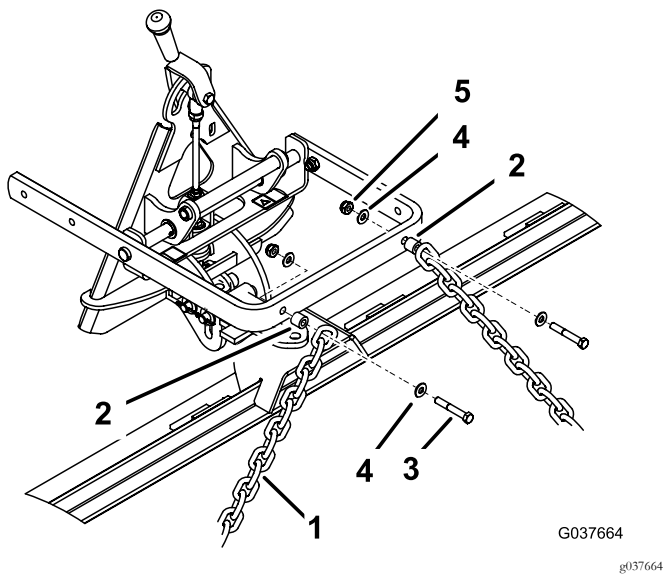

図 4
2. 各チェーンの一番上のリンクを、昇降アーム後部に取り付けるボルト3/8 x 2-1/2 インチ、ワッシャ3/8 x 7/8 インチ2枚、スペーサ、ロックナット3/8 インチを使用図4を参照。